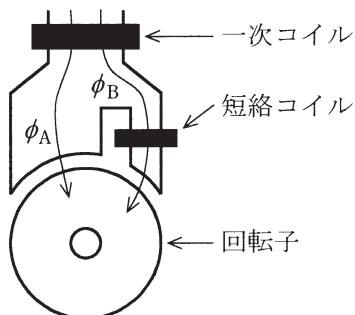
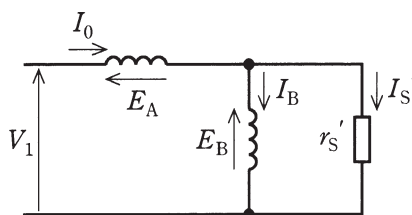

図1
図2
図1は， (2) 誘導電動機の原理図である。集中巻された一次コイルの磁極に短絡コイルをはめ込んでいる。短絡コイルの漏れ磁束を無視し，短絡コイルを通過しない磁束を  $\phi_A$ ，通過する磁束を  $\phi_B$  とすると，図2の励磁電流に関する等価回路を得る。ただし， $V_1$  は一次コイルの供給電圧， $r_s'$  は短絡コイルの抵抗の一次換算値， $E_A$  及び  $E_B$  は磁束  $\phi_A$  及び  $\phi_B$  に対する起電力である。また，鉄損及び巻線抵抗は無視している。短絡コイルには  (3) と同位相の短絡電流  $I_S'$  が流れる。一方，一次コイルには， $\phi_B$  を励起する電流  $I_B$  と短絡電流  $I_S'$  との和が流れ，起電力  $E_A$  は  $E_B$  よりも進み位相となる。したがって，磁束  $\phi_B$  は  $\phi_A$  に対して  (4) となり，図1の回転子に発生するトルクは  (5) となる。